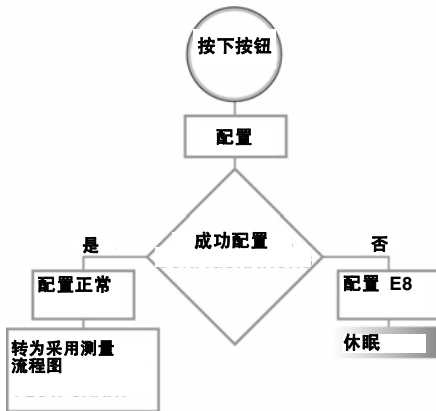

图 4
- 再次按住“显示窗”按钮 (A) 以在脉冲软件中为 TLM 配置配置文件。
- 当向脉冲软件注册 TLM 时，显示窗显示“配置正常”，如第 5 页的图 4 所示。
如果没有向脉冲软件注册 TLM 配置文件，则显示错误消息“配置 E8”（步骤 2，图 4）。